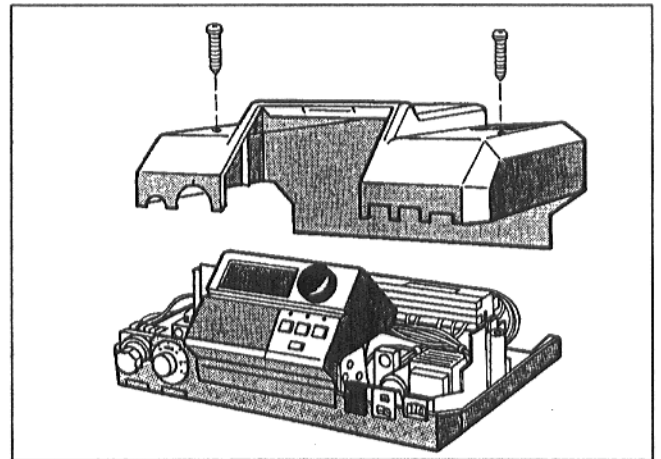

Fig. 1
- Rimuovere il coperchio dell'apparecchio di regolazione (Fig. 1).